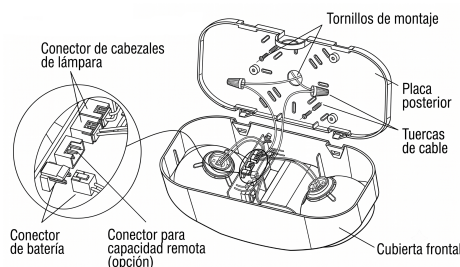

Fig. 2
Montaje en Pared - Alimentación Posterior (Fig. 2)
7. Conecte el conector de la batería (ver Fig. 2).
Conexión de Cabezales Remotos (ver Fig. 2)